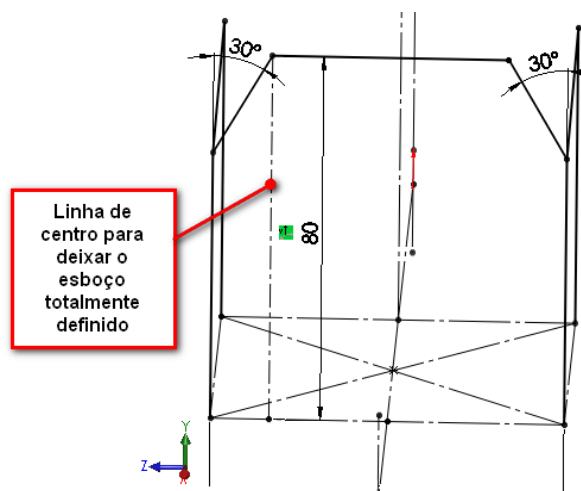

Figura 1.8 - Desenho de linhas no plano YZ.
2.16. Selecione a ferramenta linha , mude para o plano YZ e desenhe as 3 linhas que unem os dois pilares menores, dimensionando conforme a Figura 1.8. Para deixar o esboço totalmente definido, desenhe a linha de centro destacada na Figura 1.8, adicionando a ela a relação **Ao longo de Y**.